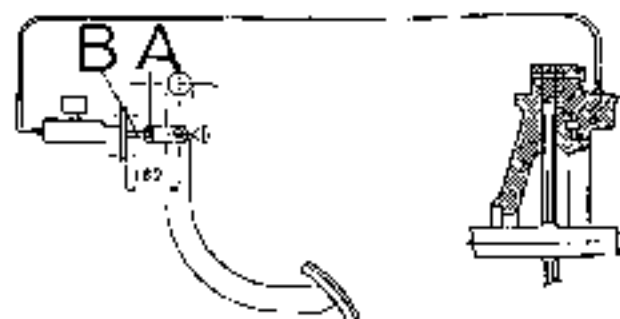

Fig. 175 - Assieme dei comandi a trasmissione idraulica dei freni a disco per Trattore **TIGER 100**.
- Per ottenere una frenata su ciascuna delle due ruote posteriori, efficiente e completamente indipendente, è necessario che la quota che va dal piano di fissaggio della pompa al centro del loro della forcella sia di mm 162 ± 3 (vedi fig. 175), in caso contrario bloccare il dado A e agire sul tirante di registro B.